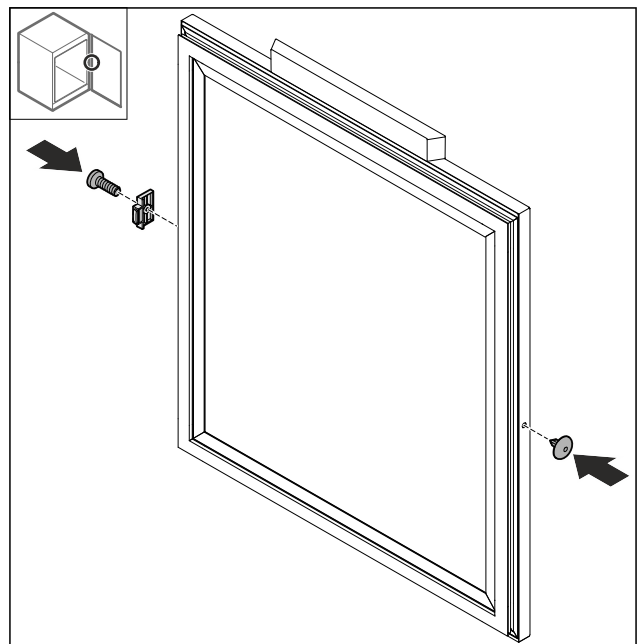

Fig. 70
- ▶ Deurstopper Fig. 70 (1) 180° draaien en op de tegenoverliggende zijde monteren.
- ▶ Afdekking Fig. 70 (2) aan de tegenoverliggende zijde plaatsen.